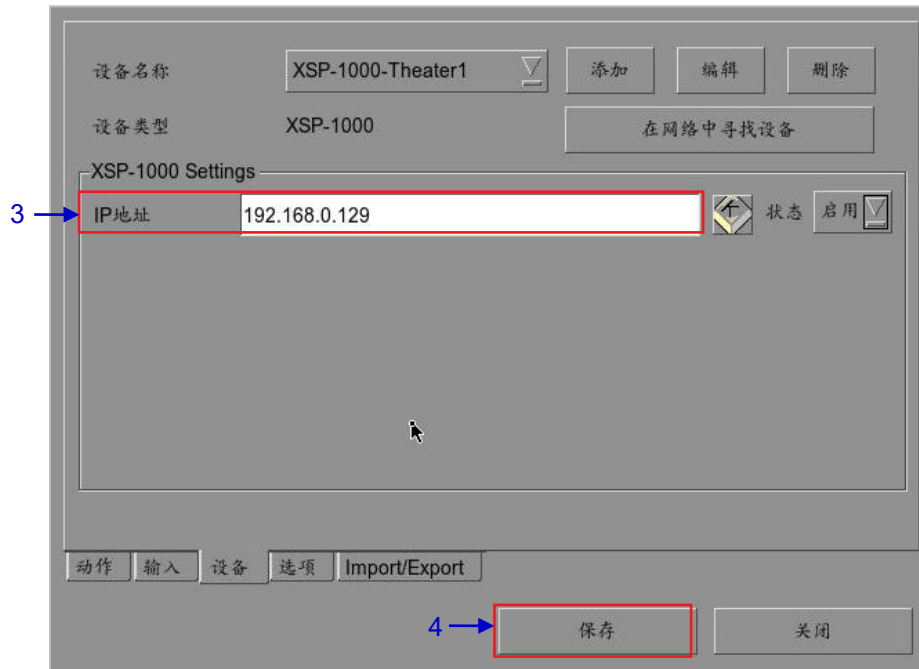

图 50 GDC XSP-1000 电影处理器的自动化设置
3. 输入 GDC XSP-1000 影院处理器的 IP 地址（见图 50）。